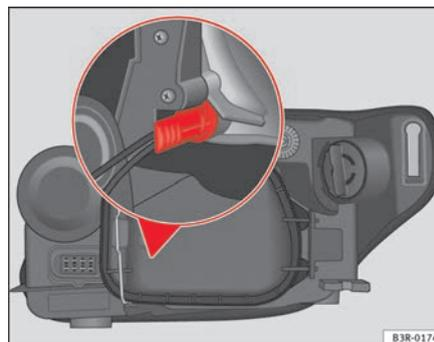

Abb. 198 Standlicht. Halter des Lampenträgers in senkrechter Stellung
- Die Glühlampe am Sockel so einsetzen, dass der Halter des Lampenträgers zur Wand in senkrechter Stellung bleibt ⇒ Abb. 198, und Druck auf den Sockel ausüben. ▶